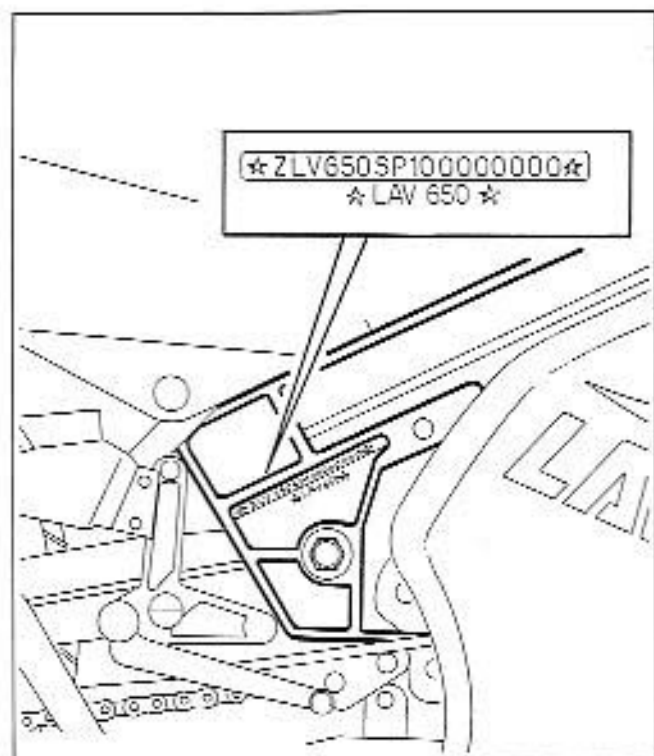

Fig. 1
**TELAIO:** LAVERDA 650 - Serie N. (Fig.1)
**FRAME:** LAVERDA 650 - Series N. (Fig. 1)
**CADRE:** LAVERDA 650 - Série N. (Fig.1)
**RAHMEN:** LAVERDA 650 - Serie Nr. (Abb.1)